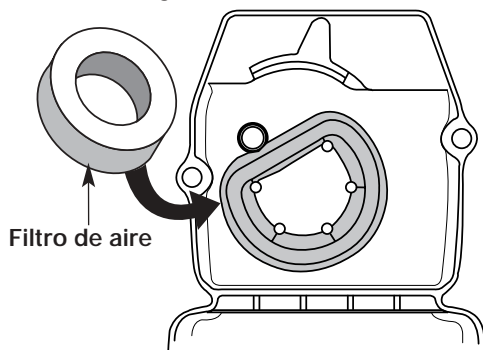

Fig. 21
2. Saque el filtro de aire de atrás de la cubierta del silenciador / filtro de aire (Fig. 21).
6. Vuelva a colocar el filtro de aire en la cubierta del silenciador / filtro de aire (Fig. 21).